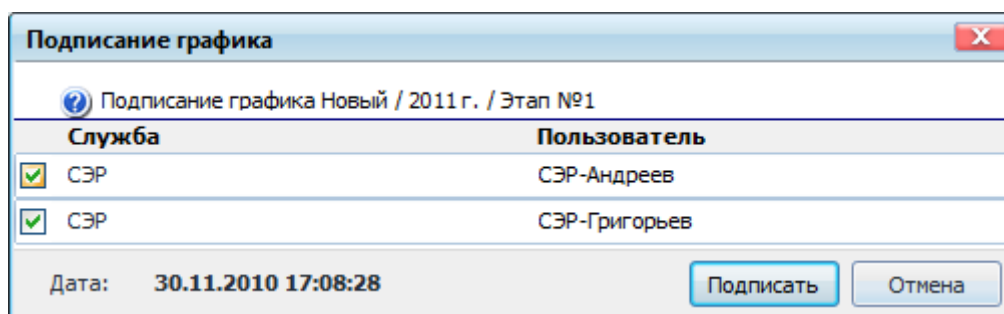

Рисунок 10.175 – Подписание за других пользователей
- если этап маршрута состоит из нескольких элементов, то на форме отображается список пользователей / служб всех элементов этапа. Пользователю, обладающему правом «*Право подписи за другого*», необходимо поставить флаг напротив тех пользователей / служб, за которых он поставит подпись (Рисунок 10.175);